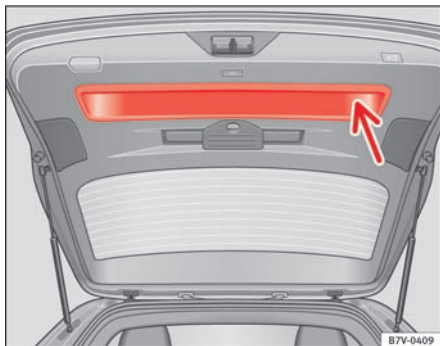

Fig. 55 Åben bagklap: greb til at lukke bagklappen med
- Tag fat i grebet i bagklappens indvendige beklædning ⇒ Fig. 55 (pil).